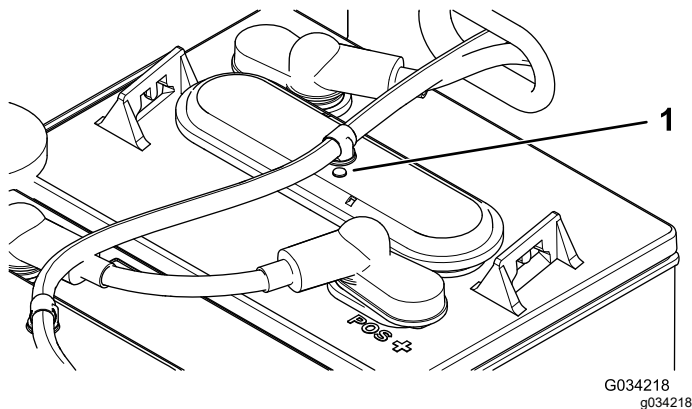

Figura 40
3. Compruebe los ojales de cada batería para ver si son blancos o negros (Figura 40).